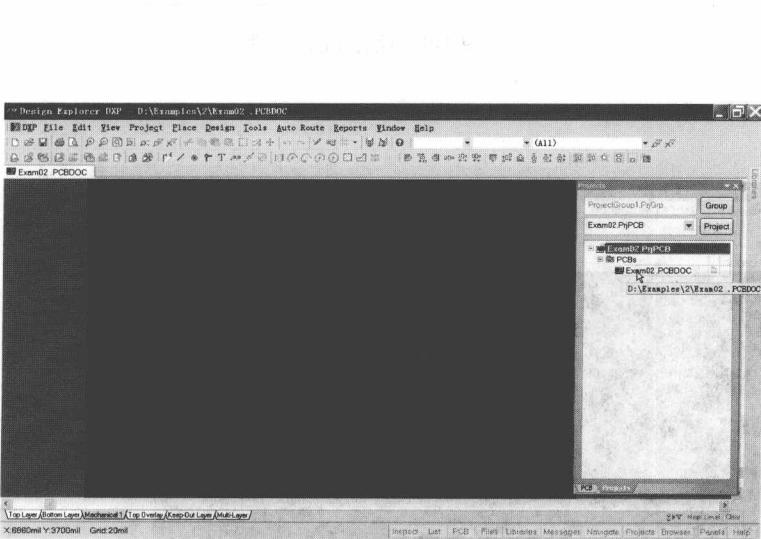

图 2-1 新建 Exam02.PcbDoc
1. 进入 PCB 编辑环境，新建 PCB 文件，将其另存为“D:\Examples\2\Exam02.PcbDoc”，如图 2-1 所示（操作步骤见实例 1）。